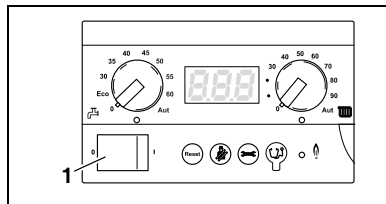

Fig. 25 BC10
- Verwarmingsinstallatie uitschakelen via de netschakelaar (fig. 25) (positie „0“).
- Schakel het cv-toestel met de netschakelaar (fig. 25) uit.
- Laat de bedrijfsschakelaar (fig. 25) in positie „1“ staan.